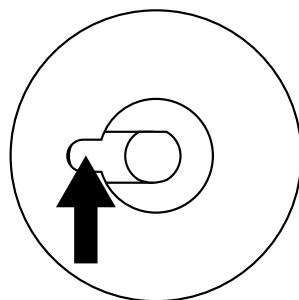

Рис. 12
- через отверстие, расположенное левее стержня Ручки управления температурой духовки (см. рис.12), регулировочным винтом с помощью отвертки отрегулируйте пламя до малого, но устойчивого горения (пламя можно видеть через отверстия в дне духовки);